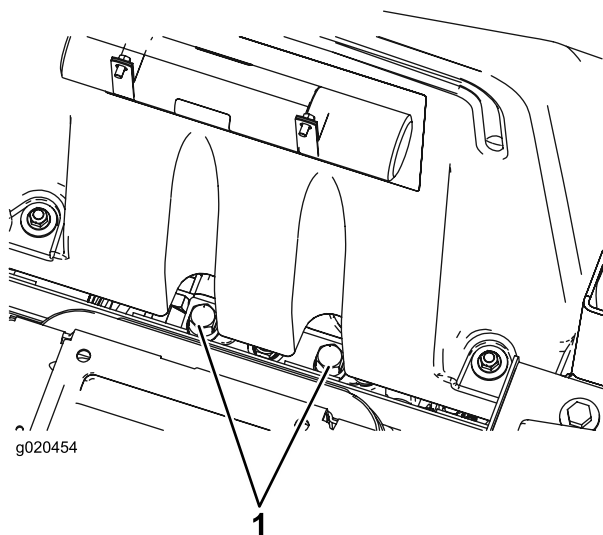

Figura 32
1. Sollevate il sedile e individuate le valvole di bypass, che sono posizionate sotto la parte anteriore del serbatoio del carburante (Figura 32).